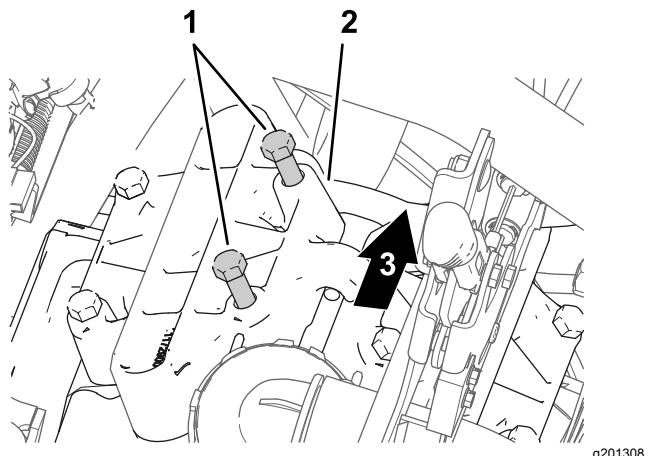

Bild 175
1. Lösen Sie am Pumpenkopf, der sich an der 11-Uhr-Stellung befindet, die zwei Schrauben, wie in Bild 175 abgebildet, um einen 7 mm bis 10 mm großen Abstand zwischen dem Kopf der Schrauben und der Pumpe zu erhalten.